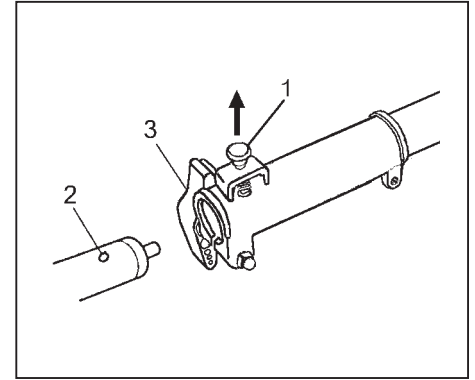

Fig. 1-2
2. Make sure the lock pin (1) fits in the location hole (2) of tube and that the tube will not come off. (Fig. 1-2)
3. Tighten the knob nut (3) securely. (Fig. 1-2)
2. S'assurer de ce que la cheville de verrouillage (1) s'enclave dans le trou de fixation (2) du tuyau et que le tuyau ne se détache pas. (Fig. 1-2)
3. Serrer fermement l'écrou de blocage (3). (Fig. 1-2)
2. Assicurarsi che il perno di bloccaggio (1) s'accorda con il foro di fissazione (2) del tubo e che il tubo non si separa. (Fig. 1-2)
3. Avvitare a fondo sicuramente il dado da manopola (3). (Fig. 1-2)
2. Überzeugen Sie sich davon, dass der Spannstift (1) ins Befestigungsloch (2) der Röhre hineinpasst und dass die Röhre nicht wegkommt. (Fig. 1-2)
3. Ziehen Sie die Griffmutter (3) sicher fest. (Fig. 1-2)
2. Asegúrese de que se encaja la clavija trabadora (1) en el agujero de fijación (2) del tubo y que no se desprende el tubo. (Fig.1-2)
3. Apriétese firmemente la tuerca de perilla(3). (Fig.1-2)
2. Se till att låstappen (1) passar i inställningshålet (2) i röret och attröret inte ramlar av. (Fig. 1-2)
3. Drag fast rattmuttern (3) ordentligt.(Fig. 1-2)